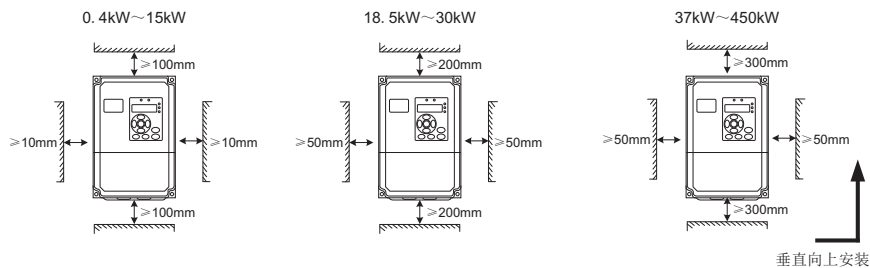

图3-1 变频器安装空间要求
- 1) 安装空间要求如图3-1所示, 需保证变频器有足够的散热空间。预留空间时请考虑柜内其它器件的散热情况;